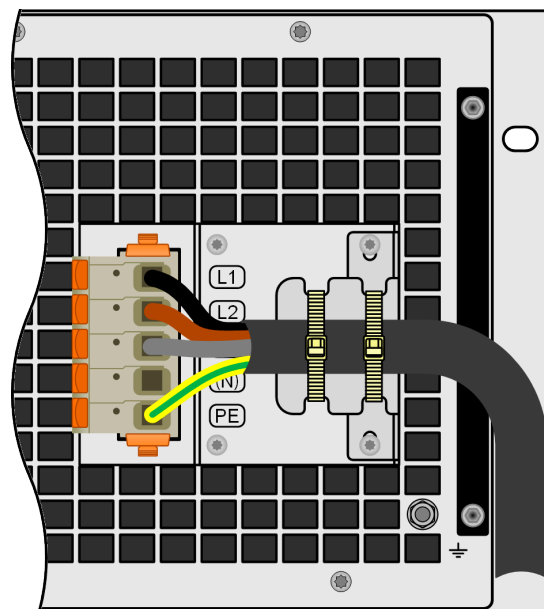

Figure 12 - Bride de soulagement entièrement montée
2. Mettre en place la bride et la fixer avec les vis plus longues fournies (M3x8) et les rondelles de serrage. Voir *Figure 12*.